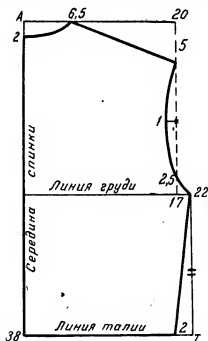
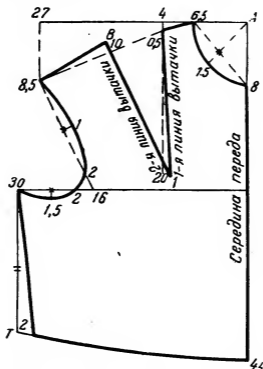

Рис. 272. Построение чертежа основы спинки блузки с нагрудной вытачкой
Рис. 273. Построение чертежа основы полочки блузки с нагрудной вытачкой
**Построение чертежа спинки.** Вычерчивают прямой угол с вершиной в точке А (рис. 272). От точки А вправо по горизонтальной
**Построение чертежа полочки.** Вычерчивают прямой угол с вершиной в точке А (рис. 273). От точки А влево по горизонтальной линии плана откладывают 27 см из расчета  $\frac{1}{2}$  окружности шеи плюс 2 см на разворот плеч (для всех размеров) и плюс 7 см на вытачку:
Для определения линии бока полочки измеряют длину линии бока спинки, так как длина бока переда равна длине бока спинки. Поэтому строить чертеж полочки без предварительного построения чертежа спинки нельзя. Длину бока спинки измеряют от точки 22 до точки Т (см. рис. 272) и линию такой же длины откладывают по вертикальной линии от точки 30 (см. рис. 273). Длину бока переда обозначают буквой Т.
**Нанесение линий фасона.** Для построения выкройки блузки навыпуск (см. рис. 274) берут основную выкройку блузки с нагрудной вытачкой (см. рис. 272 и 273) и наносят на нее линии фасона.
**Нанесение линий фасона.** Для построения выкройки блузок данных фасонов берут основную выкройку блузки с нагрудной вытачкой (рис. 272, 273) и наносят на нее линии фасона.
**Нанесение линий фасона.** Для построения выкройки блузки данного фасона берут основную выкройку блузки с нагрудной вытачкой (см. рис. 272, 273) и наносят на нее линии фасона.